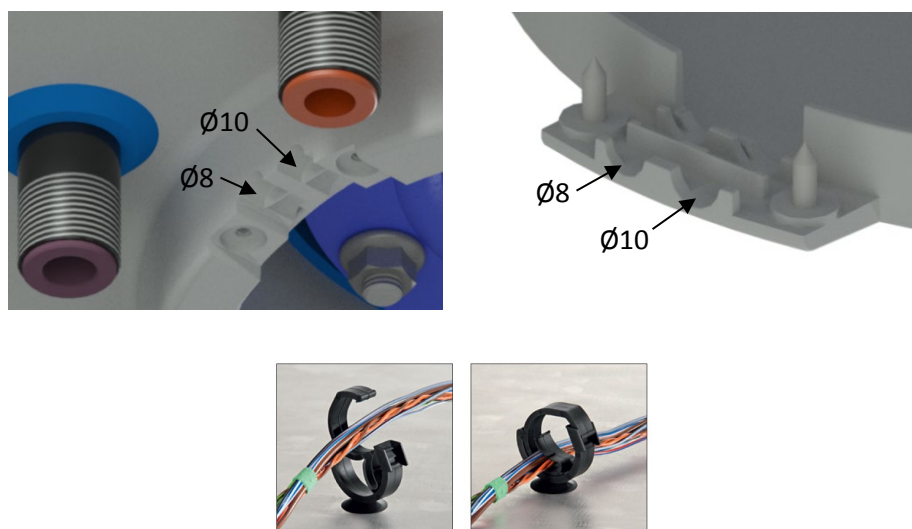
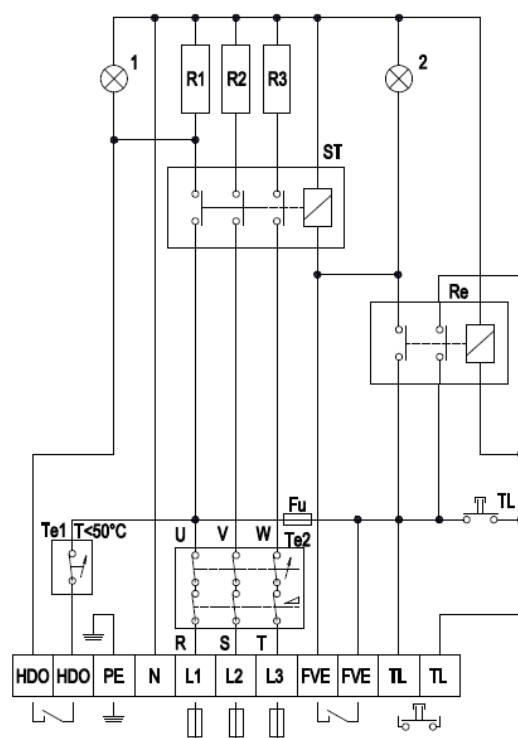

Рисунок 7
Рисунок 8
Подключение выполните согласно приложенной схеме. Подключение, выполненное на заводе, запрещено менять! (Рисунок 8) В крышке электропроводки снимите перегородку, соответствующую диаметру подводящего провода $\varnothing 8$ или $\varnothing 10$ (Рисунок 7). Степень защиты электрических компонентов водонагревателя - IP 44. Потребляемая мощность электрических нагревательных элементов 3×2200 Вт. Для крепления приводного кабеля используйте установленные держатели.
- Схема эл. подключения прилагается к водонагревателю также на крышке электропроводки (Рисунок 8).